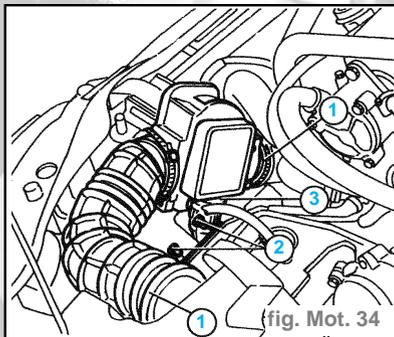

fig. Mot. 34
- Desserrer les deux colliers (1), dévisser les vis de fixation (2), débrancher la connexion (3) puis déposer le manchon d'admission d'air muni du débitmètre (fig. Mot. 34).
- Dévisser les vis (1), desserrer la vis (2), ouvrir les colliers (3) en libérant le câblage